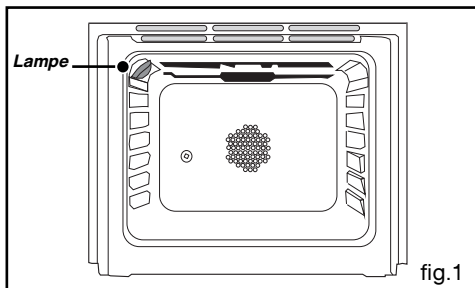

fig.1
#### • Plat lèche-frite multi-usages fig.1
Vous devez respecter la côte d'encastrement suivante (fig.1, vue de dessus):
A l'aide des pieds réglables (fig.1) situés à l'avant de la cuisinière, faites la mise à niveau (fig.2) de votre appareil.
- Enfoncez un tournevis entre la tôle du capot et la trappe puis faites pivoter la trappe (fig.1).